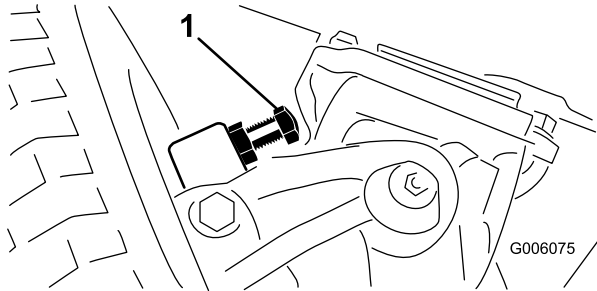

Figura 72
1. Avvitare i bulloni fuori o dentro fino a ottenere la distanza di 2,3 mm (Figura 72).